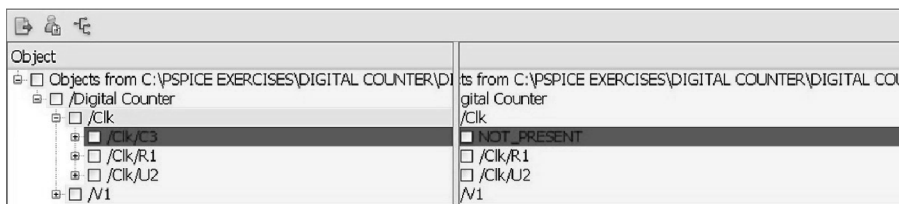

图 22.30 不再检测到电阻 R4 的差异
4. 单击 Accept Left 图标 ，将 R4 的新参数值对主设计进行更新，如图 22.30 所示，在 SVS 窗口中不再显示电阻 R4 在主设计和测试平台设计之间存在差异。